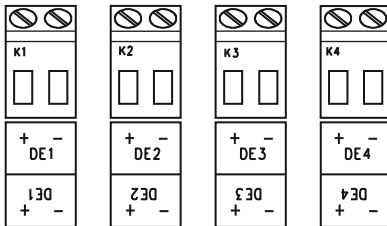

Abb. 10
1. Schließen Sie die Impulsausgänge der Zähler an die Klemmen DE1 bis DE4 (Abb. 10) des DL230 an. Die Polarität kann frei gewählt werden. (Die Beschriftungen „+“ und „-“ der Klemmen sind für den Anschluss anderer Impulsgeber oder Encoder vorgesehen.)
1. Schließen Sie den oder die Encoder des Zählers an die Klemmen DE1 und DE2 (Abb. 10) des DL230 an. Berücksichtigen Sie hierbei die Polarität, d. h. verbinden Sie „+“ des Encoders mit der Klemme „DE1 +“ und „-“ mit „DE1 -“.